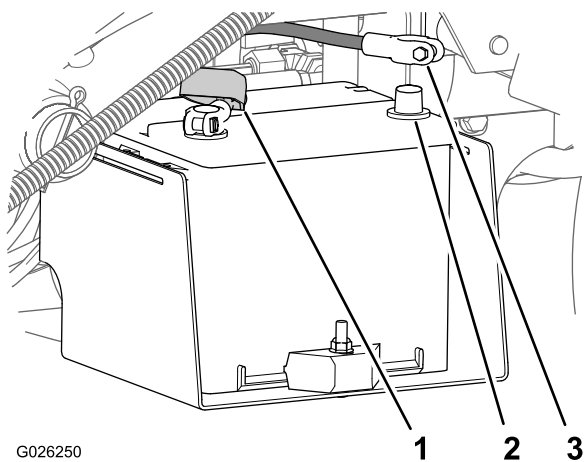

Figura 6
3. Instale o cabo positivo da bateria (vermelho) ao terminal positivo (+) da bateria e prenda o cabo com os parafusos e porcas (Figura 6).